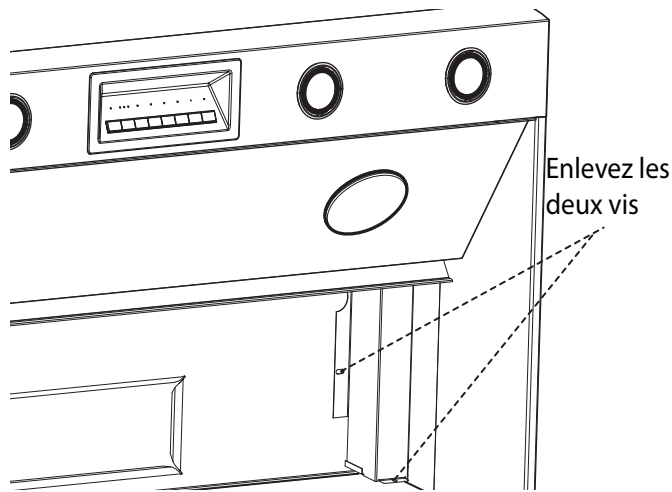

Figure 12 : Enlevez les deux vis
1. Enlevez la plaque de la boîte de connexion qui couvre les fils (Figure 12 à la page 11).
2. Enlevez les entrées défonçables circulaires (Figure 12 à la page 11).